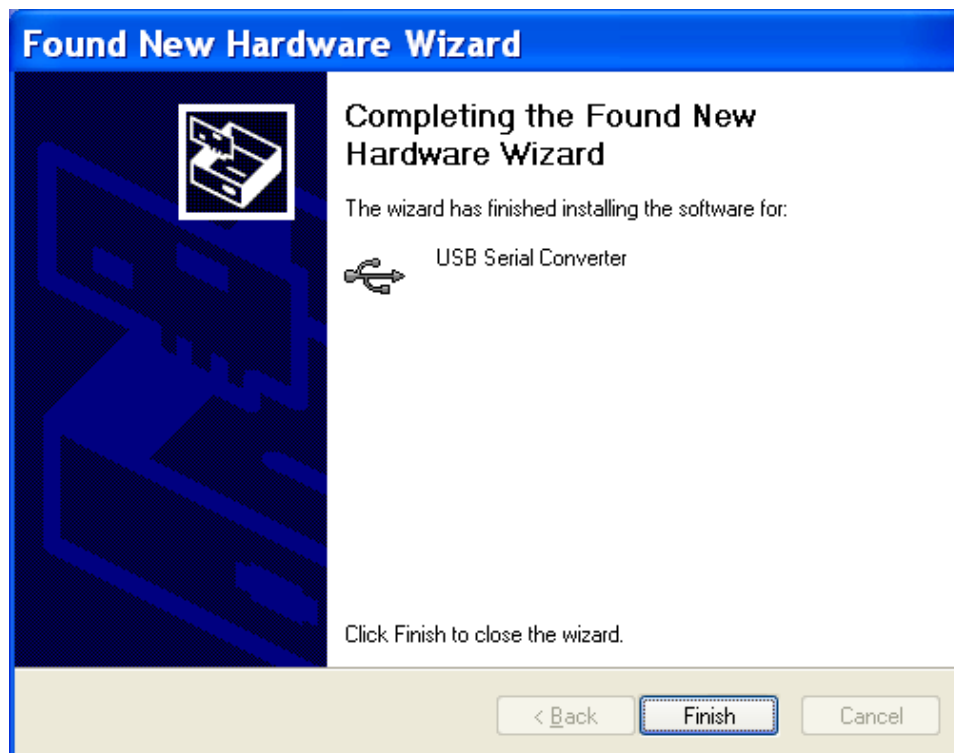

Abbildung 40: Beenden der Installation
8. Eine Bestätigung wie in Abbildung 40 sollte jetzt erscheinen. Klicken Sie auf **Finish** (Beenden), um die Installation des Gerätetreibers abzuschließen.